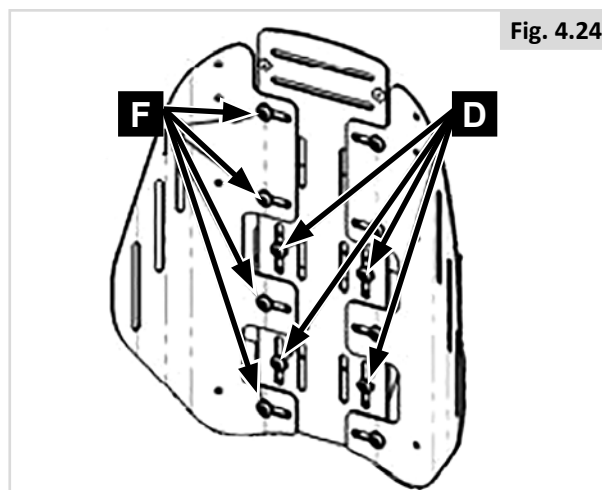

Fig. 4.24
D. Aanpassing breedte (fig. 4.24)